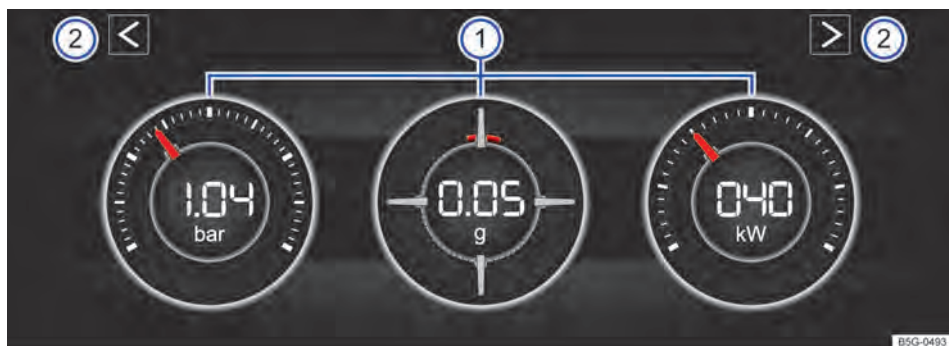

Fig. 25 Na tela do sistema Infotainment: módulo de potência.
Se você desejar alternar entre o módulo de potência e o Laptimer → Página 37 tocar numa das teclas de seta à esquerda e à direita acima dos instrumentos em → Fig. 25 .
Legenda para Fig. 25:
O display pode exibir, no máximo, 3 instrumentos simultaneamente. Cada um dos instrumentos pode ser selecionado para cada uma das áreas de exibição → Fig. 25 ① (esquerda, central, direita).
- **Indicação da pressão de carga:** a indicação da pressão de carga → Fig. 25 ① (à esquerda) exibe a pressão no circuito do ar de sobrealimentação entre o turbocarregador e o motor (na unidade "bar"). Quanto mais o ponteiro ficar à direita na escala, maior será a potência que o motor desprenderá.
- **Medidor de aceleração (G-Meter):** o medidor da aceleração (G-Meter) → Fig. 25 ① (central) indica na área central o valor da aceleração (na unidade "g"). A marcação vermelha na área disposta em tela indica a intensidade da aceleração e a direção da força que atua (conforme os princípios físicos contrários). Se você, por exemplo, conduzir para a esquerda, a marcação vermelha do instrumento se moverá na área direita do instrumento (e vice-versa). Ao acelerar, a marcação vermelha se moverá para baixo. Ao frear, a marcação vermelha se moverá para cima. A intensidade da aceleração é indicada pela posição da marcação vermelha de dentro para fora. Se a aceleração aumenta, a marcação vermelha é excluída da área central.
- **Indicação de potência:** a indicação de potência → Fig. 25 ① (à direita) exibe a potência do motor atualmente utilizada como valor digital e na escala adjacente (em kW).
- No módulo de potência, tocar numa das teclas de setas → Fig. 25 ② para ir para o Laptimer.
Com os botões de seta → Fig. 25 ② ou → Fig. 26 você pode alterar a qualquer momento entre Laptimer e módulo de potência.